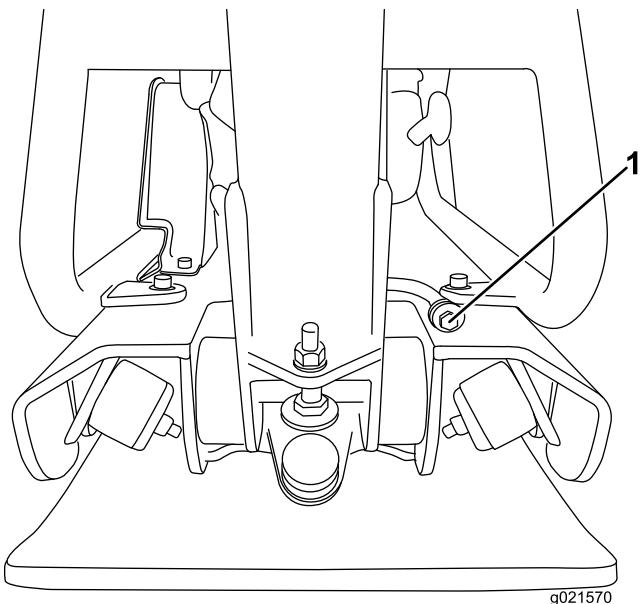

Figura 21
3. Retire el tapón de vaciado (Figura 21).
2. Coloque un recipiente debajo del tapón de vaciado (Figura 21).